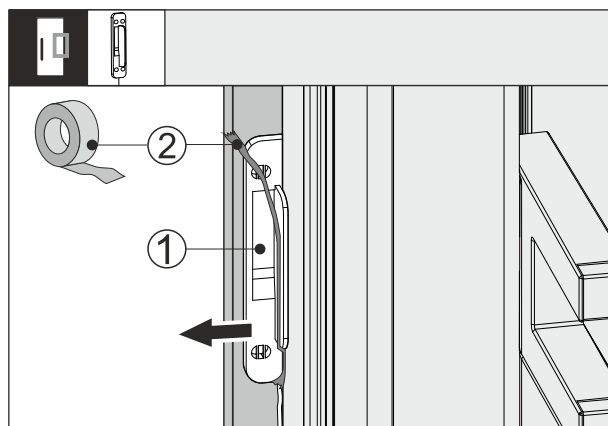

Fig. 64
- Løsne teipen Fig. 64 (2) fra bankesensoren Fig. 64 (1).